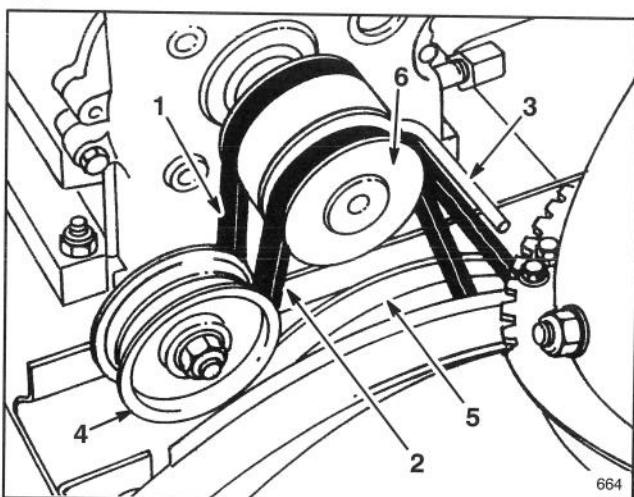

Figure 25
- Vis (2)
- Retirez la courroie d'entraînement de la tarière/roue hélice de la poulie du moteur et de la grande poulie de la tarière/roue hélice (Fig. 25).
- Passez la courroie neuve autour de la grande poulie de tarière/rotor (Fig. 25). Passez ensuite la courroie sur la poulie du moteur en vous assurant que la courroie soit à l'intérieur de la poulie de renvoi et du guide de courroie en fil métallique (Fig. 25).
- Reposez la garde de la courroie à l'aide des (2) vis.
4. Retirez la courroie d'entraînement de la tarière/roue hélice de la poulie du moteur et de la grande poulie de la tarière/roue hélice (Fig. 25).
8. Remettez la déneigeuse en position normale et enlevez la courroie de commande de traction de la poulie du moteur et de la grande poulie de traction (Fig. 25).
9. Passez la courroie neuve autour de la grande poulie de commande de traction. Ensuite, engagez la courroie sur la poulie du moteur en vous assurant qu'elle se trouve bien à l'intérieur du guide (Fig. 25).
13. Replacez la courroie de la tarière/roue hélice sur la grande poulie et sur la poulie du moteur. Assurez-vous que la courroie soit bien passée à l'intérieur de la poulie de tension et du guide (Fig. 25).
14. Reposez la garde de la courroie à l'aide des (2) vis.